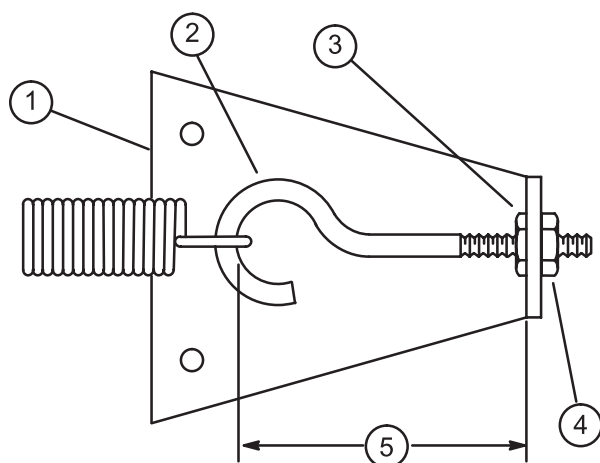

図 65
3. アイボルトをスプリング・アンカープレート（図65）に固定している外側のナットをゆるめる。